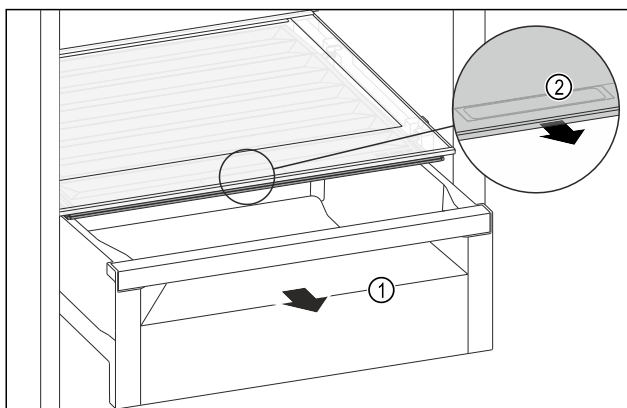

Fig. 150
- Tërhiqni jashtë sirtarin Fig. 150 (1).
- Kapni dorezën e futur Fig. 150 (2) në kapakun e ndarjes dhe në të njëjtën kohë tërhiqni përpara kapakun e ndarjes.